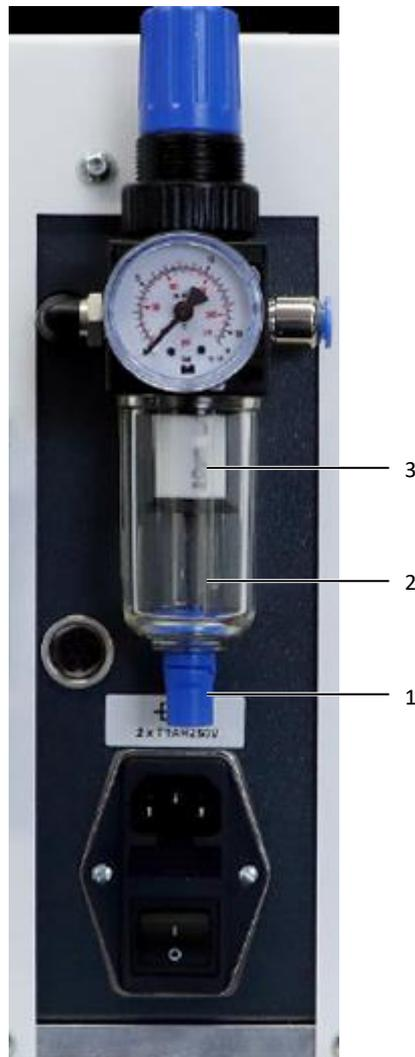

Abb. 16: Druckluftwartungseinheit
- Um das Kondenswasser abzulassen, drücken Sie die Ablassschraube (Abb. 16, Pos. 1) nach oben.
- Um den Filter zu wechseln, schrauben Sie den Kondenswasserbehälter (Abb. 16, Pos. 2) ab und drehen Sie den Filter (Abb. 16, Pos. 3) heraus.